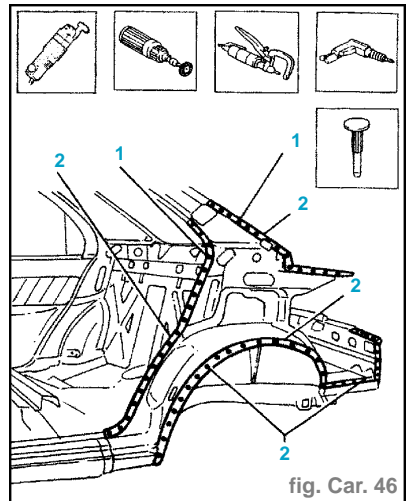

fig. Car. 46
- Utiliser la scie pneumatique en suivant les lignes de découpage hachurées en figure (2).
- Sections représentant les points les plus significatifs afin de permettre à l'opérateur de régler la position et la profondeur du découpage de manière à ne pas endommager les tôles qui se trouvent au-dessous (3).
- Utiliser la foreuse et émousser les points représentés en figure (4).
- Enlever l'aile AR (5).
- Utiliser l'ébouissante et enlever les points de soudure mis en évidence en figure (1) (fig. Car. 46).